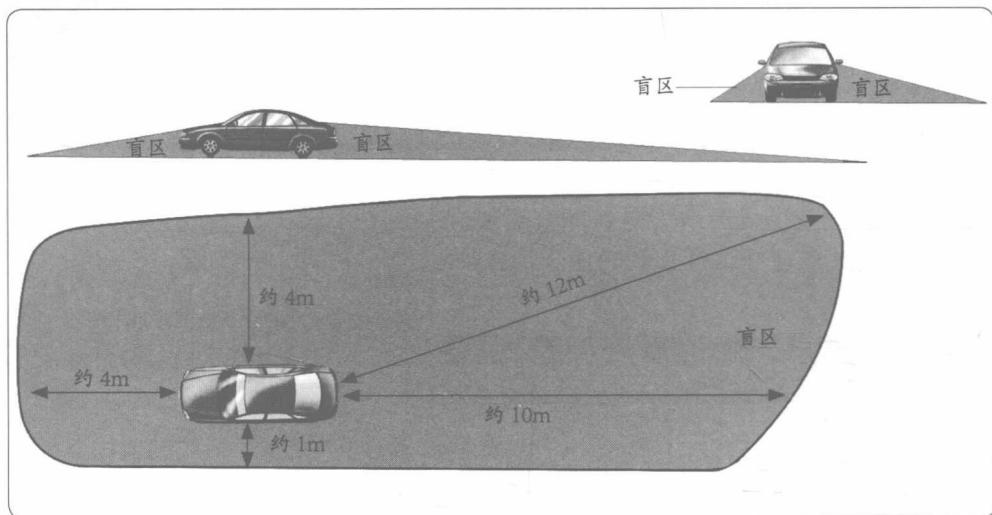

图 1-12 车内视线盲区
- (1) 从驾驶座位上看不到的区域为车内视线盲区。
(2) 盲区内的儿童、物体和路面，驾驶员是看不到的，如图 1-12 所示。